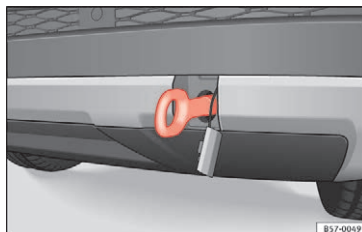

Fig. 99 I højre side af den bageste stødfanger: slæbøjle, der er skruet i
- Drej slæbøjlet helt ind i holderen **mod uret** » **Fig. 99** » **⚠**. Anvend et egnet hjælpemiddel til at spænde slæbøjlet fast med.